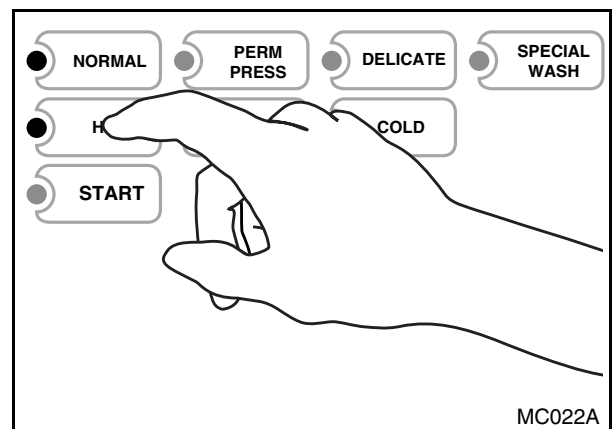

Figura 2-3
2. Oprima el pulsador de selección de la temperatura de lavado deseada. Vea la Figura 2-3. Se encenderá el LED contiguo al pulsador.